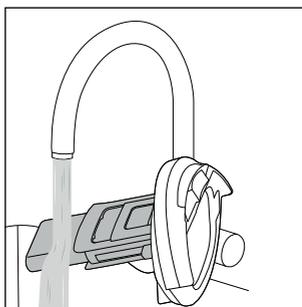

Rys. 23
- ◆ Wypłucz zbiornik na brudną wodę ❷ pod ciepłą, bieżącą wodą (patrz rys. 23).